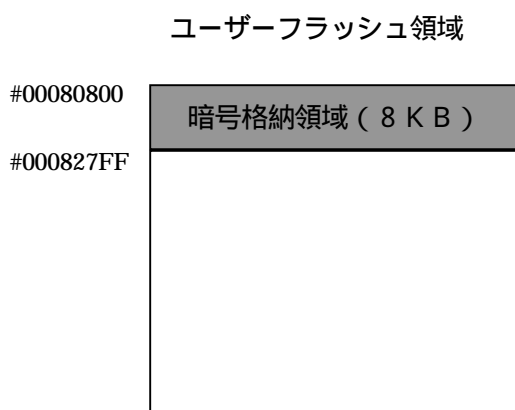

図1
- ・暗号をユーザーフラッシュの特定領域内に配置する事ができます (図1参照)